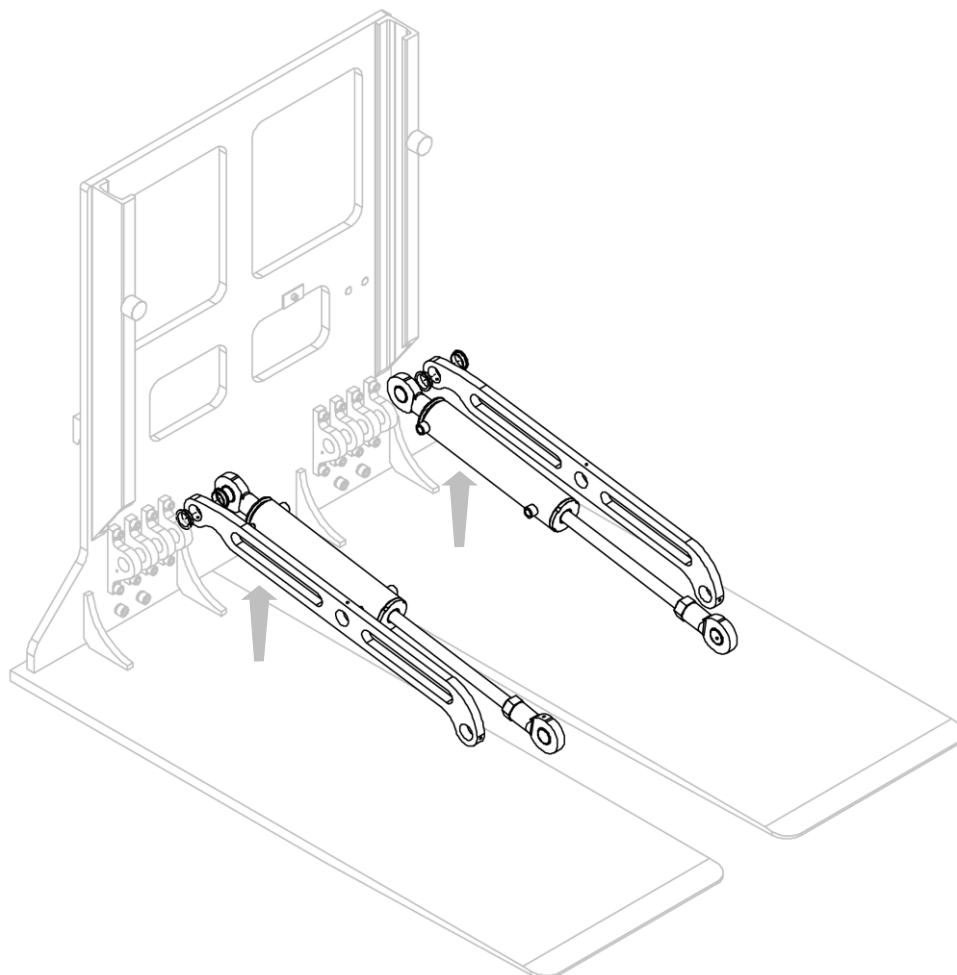

Figura 27
4. Rimuovere i cilindri e i due bracci rimanenti (vedi *Figura 27*).